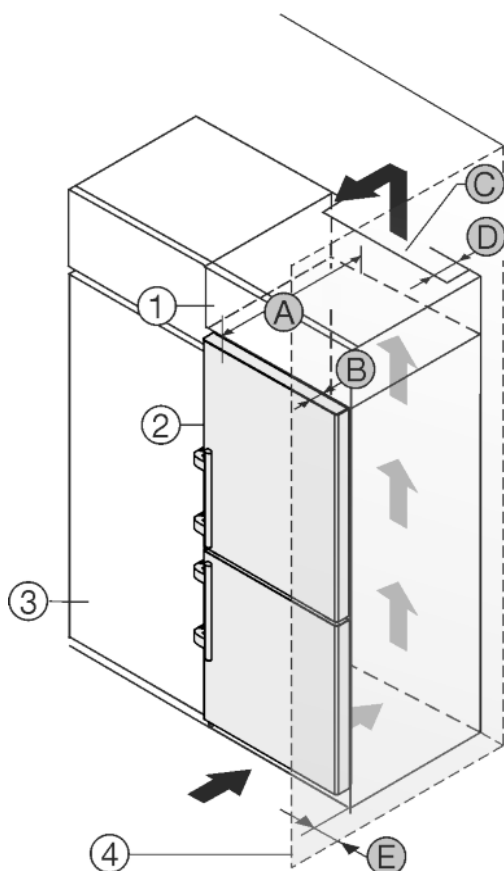

Fig. 26
Устройство может быть окружено кухонными шкафами. Чтобы уравнивать устройство Fig. 26 (2) по высоте с кухонной стенкой, можно установить над устройством дополнительный шкафчик Fig. 26 (1).
Установить устройство можно непосредственно рядом с кухонным шкафом Fig. 26 (3). Чтобы можно было полностью открыть двери, устройство должно выступать на глубину Fig. 26 (B) относительно передней стенки кухонного шкафа. В зависимости от глубины кухонных шкафов и использования пристенных распорок устройство может выступать и больше.
- На задней стенке дополнительного шкафчика должен быть вентиляционный канал с глубиной Fig. 26 (D) по всей ширине этого шкафа.
- Нужно соблюдать вентиляционное отверстие Fig. 26 (C) под нижней панелью.
Если устройство установлено на шарнирах у стены Fig. 26 (4), то нужно соблюдать расстояние Fig. 26 (E) между устройством и стеной. Настолько выступает ручка при открытой двери.